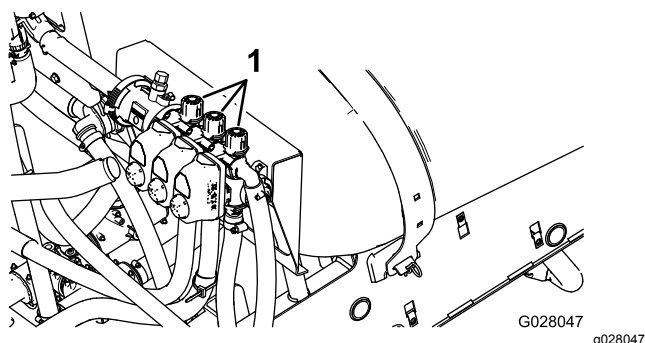

Figure 87
10. Désactivez la rampe gauche et réglez la vanne de dérivation de rampe (Figure 87) jusqu'à ce que la pression indiquée corresponde à celle réglée précédemment (généralement 2,75 bar).
12. Réglez la vanne de dérivation de la rampe droite (Figure 87) jusqu'à ce que la pression indiquée
14. Réglez la vanne de dérivation de la rampe centrale (Figure 87) jusqu'à ce que la pression indiquée corresponde à celle réglée précédemment (généralement 2,75 bar).